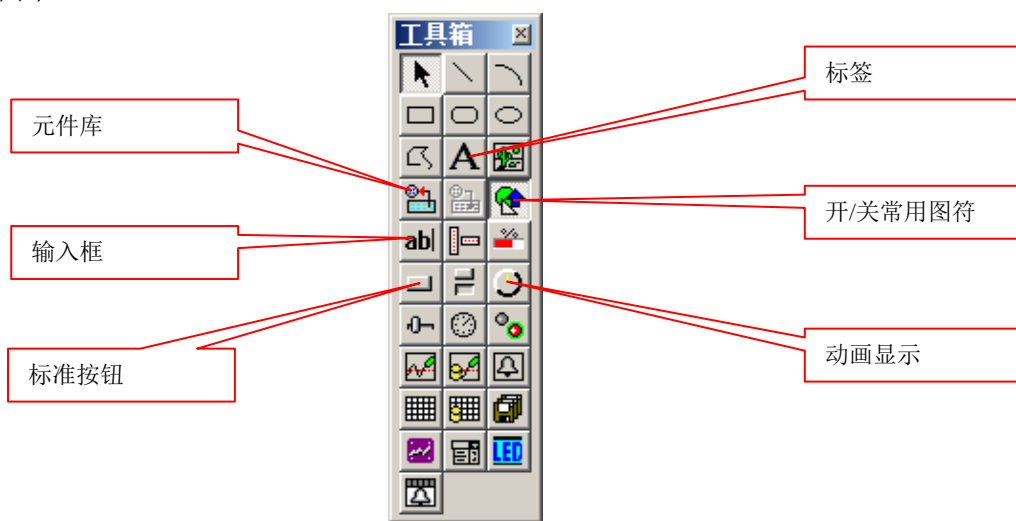

图 3.2.5
■ 工具箱里的构件很多，常用的构件有：标签、输入框、标准按钮和动画显示。如图3.2.5所示。